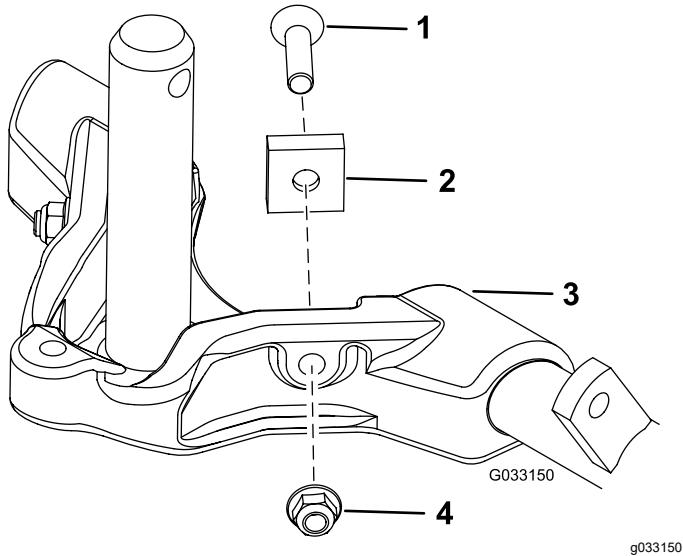

**Figura 14**
**Importante:** Sull'elemento di taglio n. 4 (anteriore sinistro) e n. 5 (anteriore destro), utilizzate i dadi di fissaggio della staffa dell'asta per montare le guide del flessibile sulla parte anteriore delle alette dell'elemento di taglio. Le guide del flessibile devono essere inclinate verso l'elemento di taglio (da Figura 12 a Figura 14)